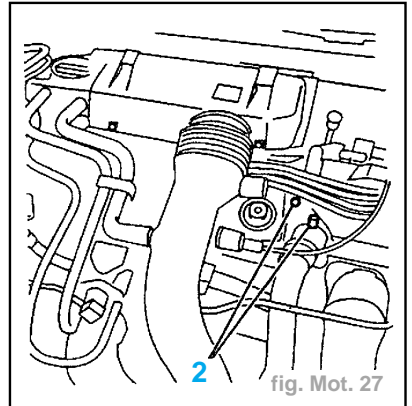

fig. Mot. 27
- Ouvrir les vis de purge (2) (fig. Mot. 27).